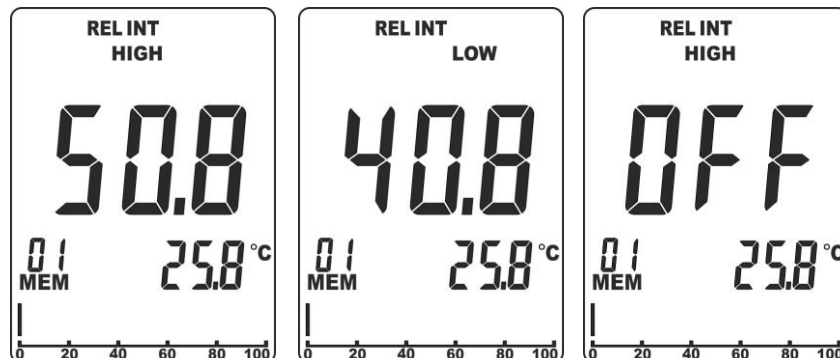

Abb. 6: Einstellung der Alarmschwellen für Messung MOI INT und MOI EXT
1. Drücken und halten Sie die Tasten **MOI** und **MODE/ZERO** gleichzeitig einige Sekunden lang. Das Symbol **“HIGH”** wird im Display auf der Oberseite angezeigt (siehe Abb. 6 – linke Seite).
2. Benutzen Sie die Pfeiltasten ◀ oder ▶ zur Einstellung des maximalen Grenzwerts im Bereich: **0.1% ÷ 99.9%**. Bei diesen Bedingungen gibt das Gerät einen **kontinuierlichen** Ton ab, wenn der gemessene Feuchtigkeitswert die Alarmgrenze überschreitet. Wählen Sie **“OFF”** zur Deaktivierung der Alarmgrenze (siehe Abb. 6 – rechte Seite).
3. Drücken Sie die Taste **MEM/ALM** zur Bestätigung und zum Wandern zur Einstellung des minimalen Grenzwerts. Das Symbol **“LOW”** wird im Display auf der Oberseite angezeigt (siehe Abb. 6 – Mitte).